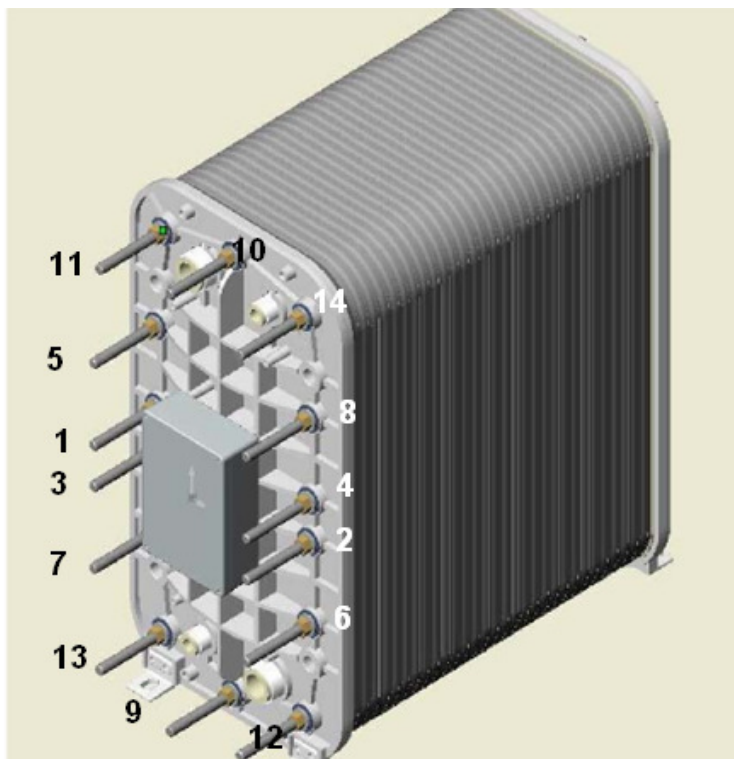

Рис. 3-1 Очередность затяжки болтов модуля
Перед первым запуском модуля LX проверьте надлежащую затяжку гаек на торцевых стяжных болтах. Указания по затяжке см. на Рис. 3-1 и в Табл. 3-1. Выполнять затяжку требуется не для всех модулей.
- **Очередность:** На Рис. 3-1 показана очередность затяжки стяжных болтов. Иными словами, начинайте затяжку с болта 1, а заканчивайте — болтом 14.
- **Нормативные моменты затяжки:** Табл. 3-1 содержит значения момента затяжки для каждого стяжного болта, пронумерованного на Рис. 3-1.